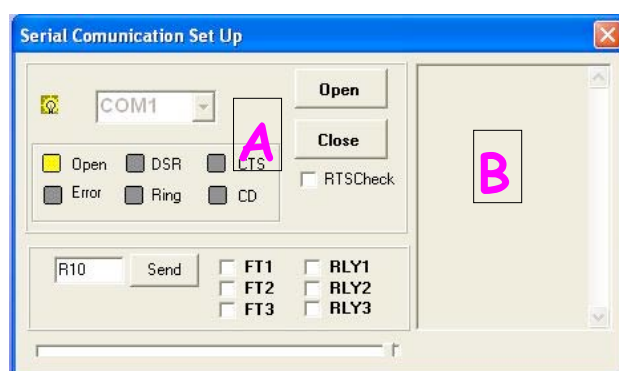

Fig. 7 Finestra di configurazione della porta di comunicazione
Dopo avere premuto "ok" i pulsanti saranno sbloccati (fig.6). Premendo "Setup" accederemo ad un sottomenù (fig.7) con le seguenti voci:
Tramite questa finestra (Fig. 7) è possibile settare la porta seriale di comunicazione dell'unità centrale (A) e visualizzare lo stato della porta stessa e delle stringhe di comunicazione dati acquisite (B). Selezionare la porta seriale su cui è collegato il cavo seriale proveniente dalla centralina IF del portale e premere "Open". Il tipo di seriale (RS-232 / RS-485) viene selezionato tramite il cablaggio sul connettore.